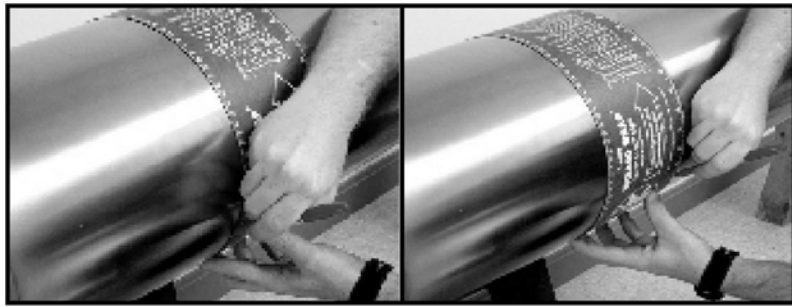

図 29:パイプ上の円周線のマーキング
2. レイアウトのラップを配管全体にきっちり一度巻き、端を揃える。マークのテンプレートガイドとしてラップを使用し、下の図 29 に示すように、配管の直径全体にスクライブラインをマークします。